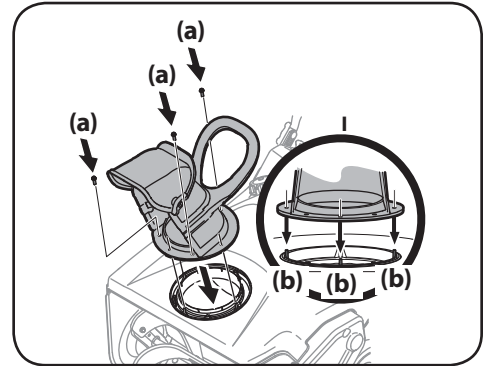

Figure 2-8
3. Alignez les trous de la base de la goulotte avec les encoches (b) de la goulotte inférieure. Voir Figure 2-8 (I). Fixez la base de la goulotte avec les boulons hexagonaux (a) retirés à l'étape 2. Voir Figure 2-8.